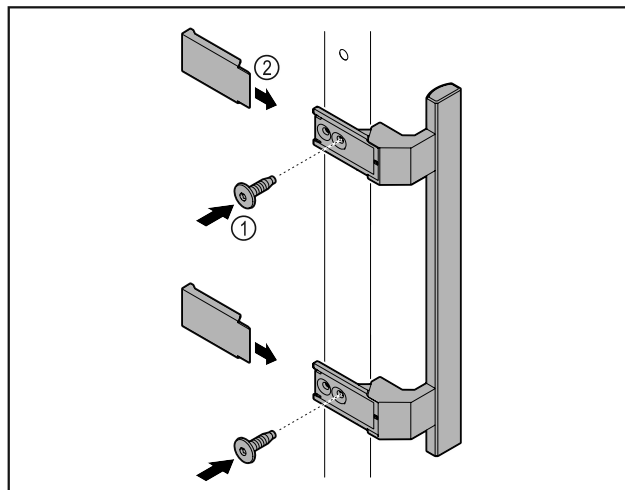

Fig. 9
- Установите на двери ручку из набора принадлежностей, используя прилагающиеся винты Fig. 9 (1).
- Установите крышку Fig. 9 (2).